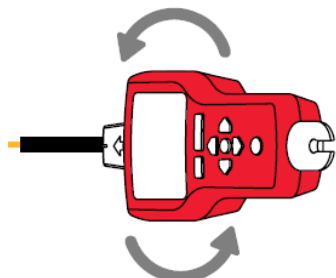

图3.1h
6. 为检验线缆方向,定期将接收器旋转90度。当线缆与探针传感器凹槽对齐时,信号强度最大。(见图3.1h)。